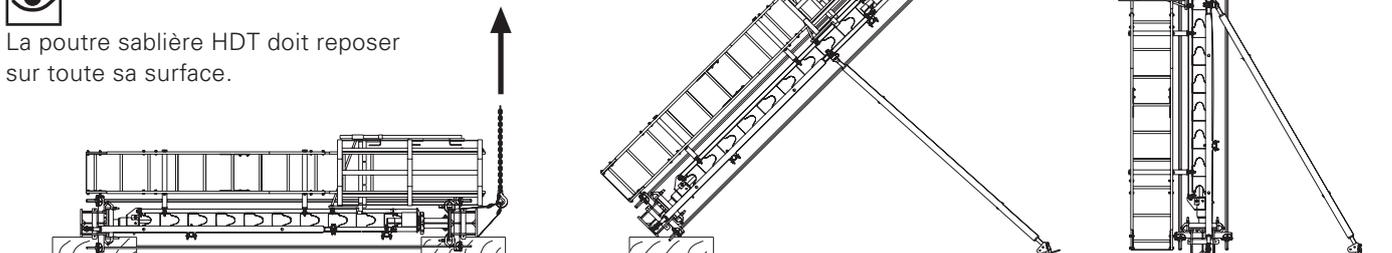

Fig. A2.16
- La palée est en place. (Fig. A2.16)